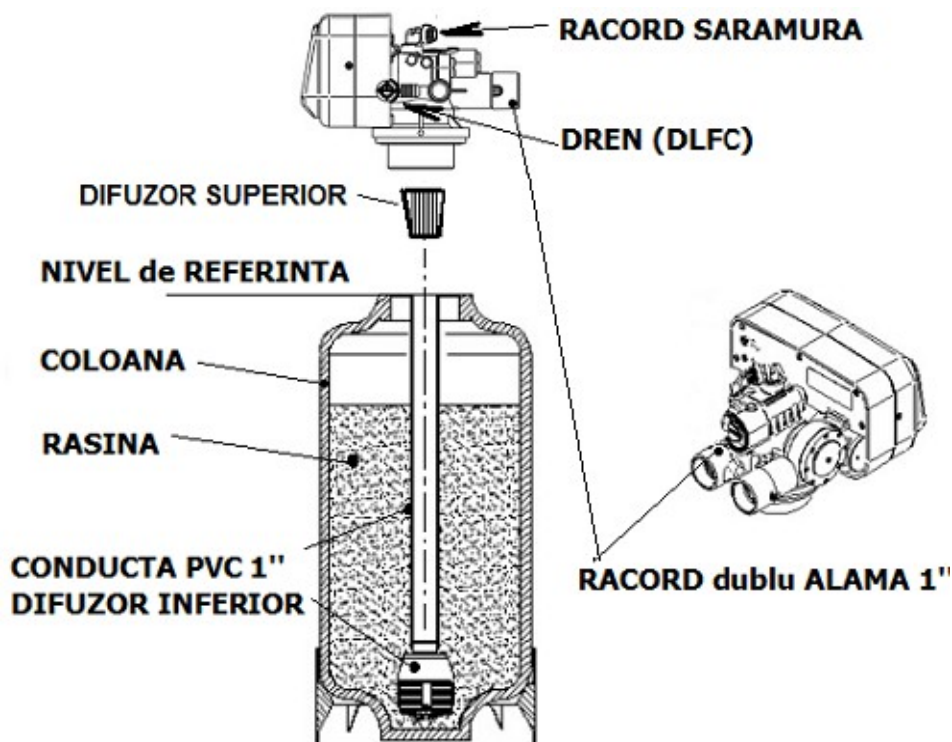

Fig. 20
- dupa introducerea conductei PVC in coloana si pozitionarea difuzorului in centrul de jos al coloanei se verifica NIVELUL DE REFERINTA ca in fig.20 !!;